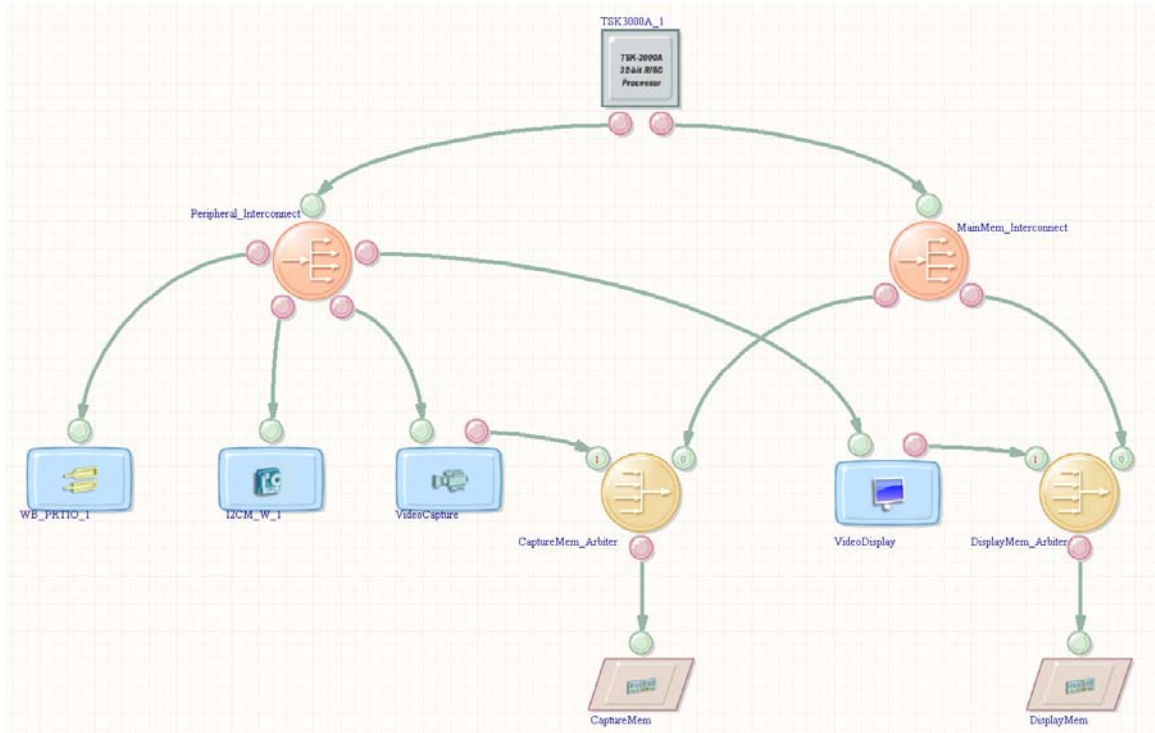

图 54. 完成的 OpenBus 设计
1. 根据上面提到的知识完成图 54 所示的 OpenBus 系统。